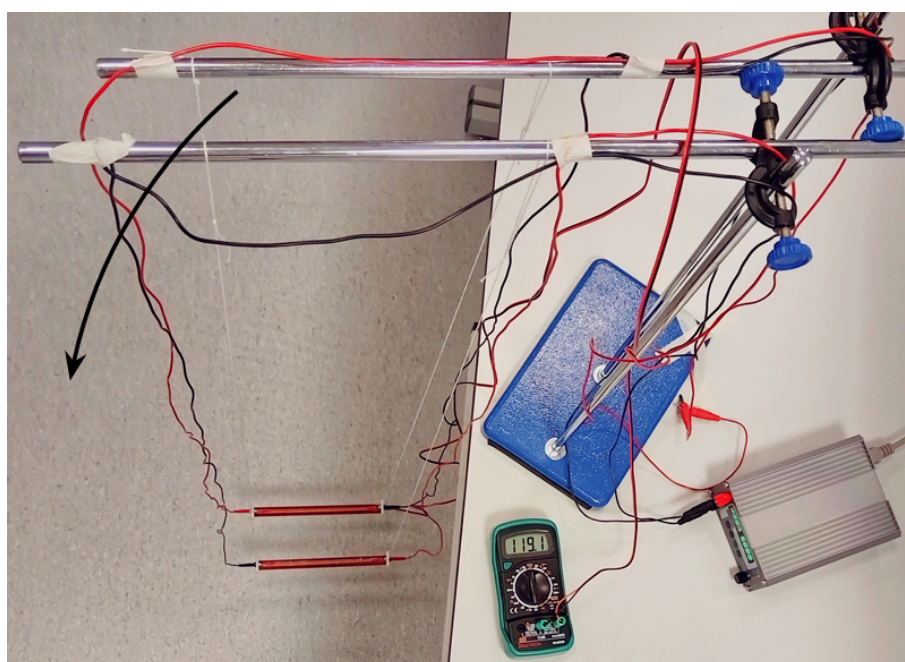

Рис. 7a
3. Расстояние между перекладинами можно изменить, повернув их одновременно относительно штатива (см. рис. 7a).